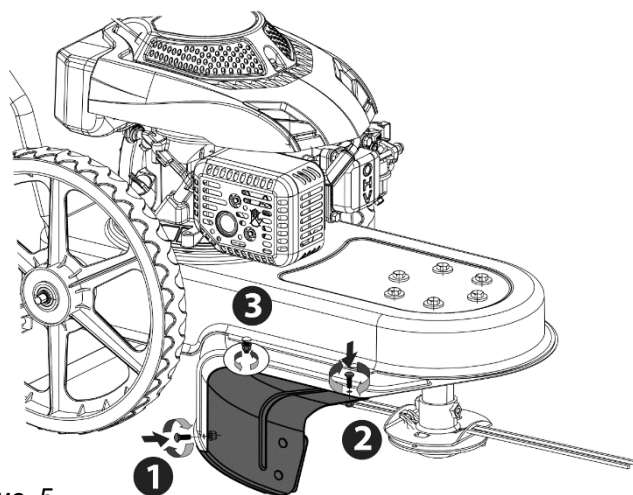

Рис. 5
- Совместите отверстия на корпусе и защитном щитке. Вставьте винты (AA) в отверстия, закрутите и зажмите их винтовой отверткой. См. рис. 5.